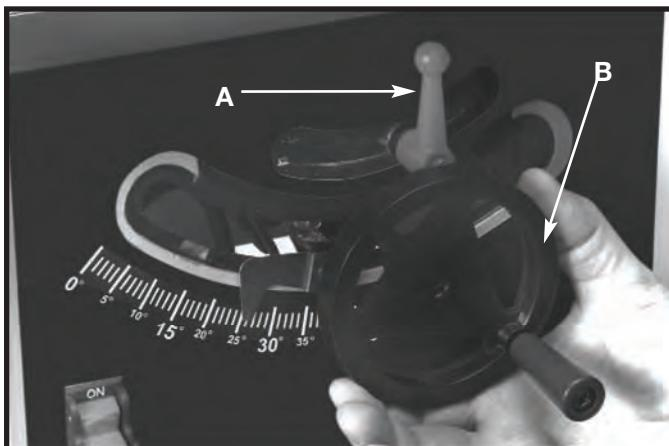
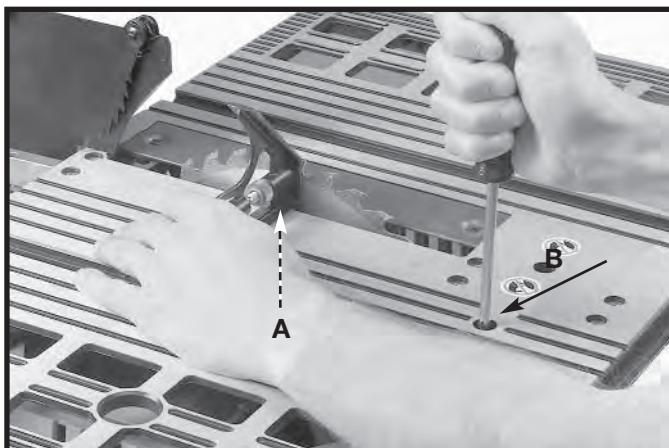
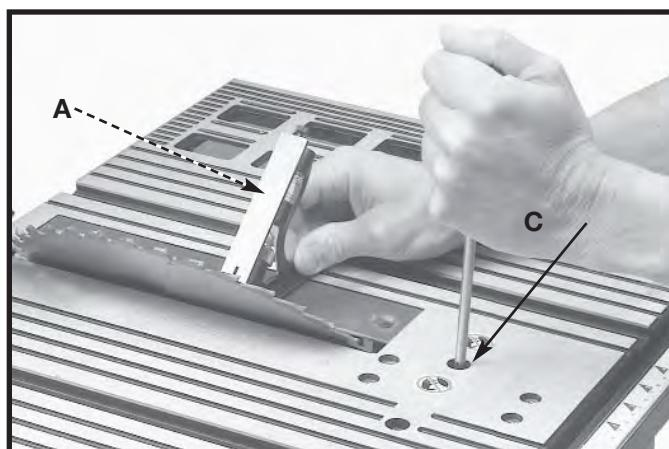

Fig. 30
Fig. 31
Fig. 32
Para inclinar a lâmina da serra, afrouxe o punho de travamento (A) Fig. 30 e mova o volante (B) até que a lâmina fique no ângulo desejado. Aperte o punho de travamento (A).
2. Afrouxe o punho de travamento de inclinação de lâmina (A) Fig. 30, mova o mecanismo de inclinação de lâmina (B) o máximo possível para a esquerda e aperte o punho de travamento de inclinação de lâmina (A).
3. Posicione um esquadro (A) Fig. 31 na bancada com uma das extremidades do esquadro em contato com a lâmina e verifique se esta está a 90 graus com a bancada. Se não estiver, afrouxe o parafuso (B) Fig. 31 e mova o mecanismo de inclinação de lâmina até que a lâmina fique em 90 graus com a bancada. Aperte o punho de travamento de inclinação da lâmina (A) Fig. 30 e aperte o parafuso (B) Fig. 31 até o fim.
2. Afrouxe o punho de travamento de inclinação de lâmina (A) Fig. 31, mova o mecanismo de inclinação de lâmina (B) o máximo possível para a direita e aperte o punho de travamento de inclinação de lâmina (A).
3. Posicione um esquadro (A) Fig. 31 na bancada com uma das extremidades do esquadro em contato co a lâmina e verifique se está a 45 graus com a bancada. Se não estiver, afrouxe o parafuso (C) Fig. 32 e mova o mecanismo de inclinação de lâmina até que a lâmina fique em 45 graus com a bancada. Aperte o punho de travamento de inclinação da lâmina (A) Fig. 30 e aperte o parafuso (C) Fig. 32 até o fim.